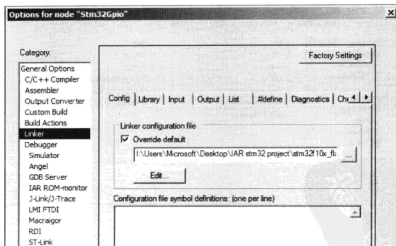

图 6.1.9 选择脚本文件
c) 切换至 Linker 界面 Config 选项卡, 选中 Override default, 并在下面的路径框中选择 IAR stm32 project 文件夹下的 stm32f10x_flash.icf 脚本文件, 如图 6.1.9 所示。